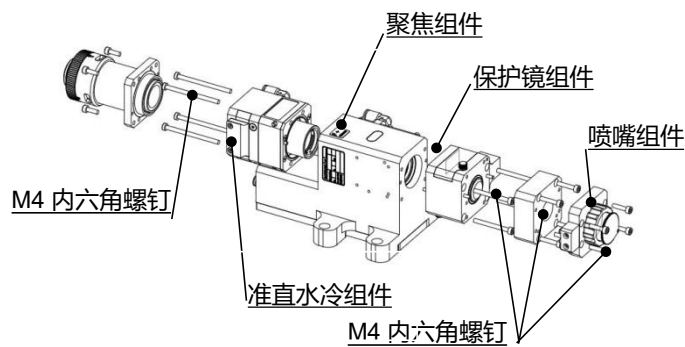

图 6.7 — 取镜
- 水平放置激光头，如图 6.7 所示，从下往上依次取下锁紧螺钉；
- 按图 6.7 顺序重新装好，并锁紧螺钉；